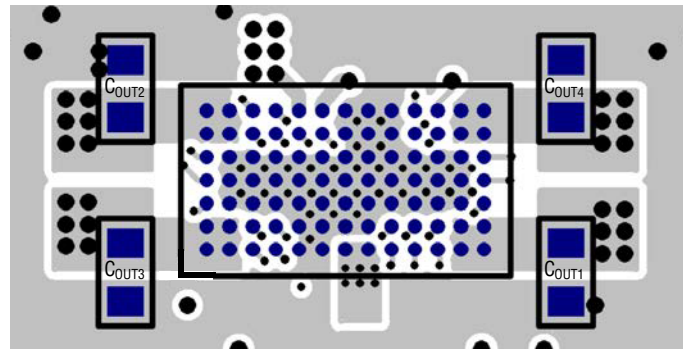

図3. 外付け部品、GND プレーン、およびビアの推奨レイアウト
PCBレイアウトに関連する問題の多くは、LTM8051の高度の集積化によって軽減または解消されました。LTM8051はスイッチング電源であるとは言え、EMIが最小になり、確実に正常動作するように配慮する必要があります。デバイスが高いレベルで集積化されていても、レイアウトが不適切な場合、所定の動作が得られないことがあります。推奨レイアウトについては、図3を参照してください。接地と放熱が必ず許容範囲になるようにします。
6. ビアを使って、GND 銅箔領域を基板の内部グラウンド・プレーンに接続します。これらの GND ビアを多く配置することで、プリント回路基板の内層への良好なグラウンド接続と熱経路の両方を確保します。図3のサーマル・ビアの位置と密度に注意してください。LTM8051 は、図示の位置で内部 GND プレーンに接続したビアによって効果的に放熱されます(これらのビアは内部の電力処理部品の近くにあるためです)。サーマル・ビアの最適な数は、プリント回路基板の設計で決まります。例えば、非常に小さなビア・ホールを使う基板の場合、大きなビア・ホールを使う基板より多くのサーマル・ビアを使用する必要があります。